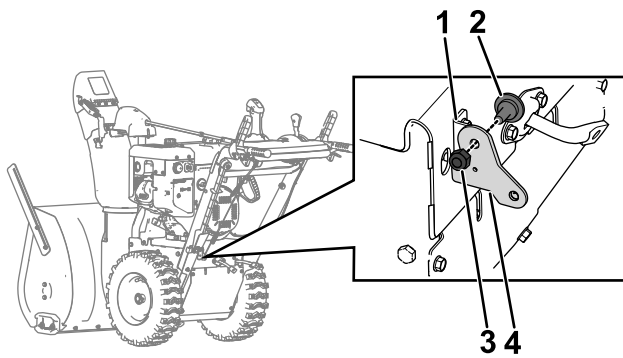

Bild 6
8. Entfernen Sie die Bowdenzughalterung des Fahrtriebs von der Anlasserhalterung, indem Sie die Schraube und Mutter entfernen, mit denen diese befestigt sind (**Bild 6**).